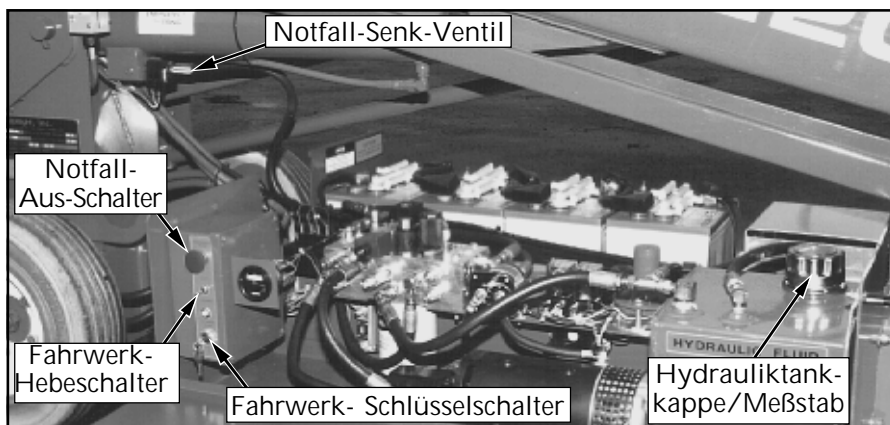

Bild 1: Fahrwerk, Steuermodul
9. Ziehen Sie die Fahrwerk- und Korb-Notfall-Aus-Schalter heraus auf AN (ON) (Bild 1 & 2).
10. Drehen Sie den Fahrwerk-Schlüsselschalter (Bild 1) auf **FAHRWERK (CHASSIS)**.
11. Drücken Sie den Fahrwerk-Hebeschalter (Bild 1) in die **HEBE-Stellung (LIFT)** und lassen Sie die Hubbühne ganz ausfahren.
14. Ziehen Sie das Fahrwerk-Notfall-Senk-Ventil (Bild 1) heraus, um die korrekte Funktion zu überprüfen. Sobald der Korb ganz abgesenkt wurde, schließen Sie das Ventil durch Loslassen des Griffs.
15. Drehen Sie den Fahrwerk-Schlüsselschalter (Bild 1) auf **DECK**.
19. Ziehen Sie den Notfall-Aus-Knopf heraus in die AN-Stellung (ON).
Der Griff des Notfall-Senk-Ventils befindet sich am Fuß des Hebezyinders (Bild 1).